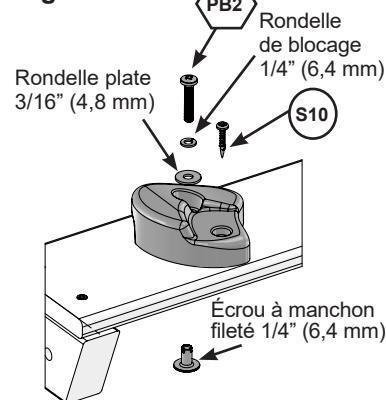

Figure 19.1
- A :** Posez 2 Rampes (9484) sur le sol, côte à côte avec les bords en angle orientés vers le bas (figure 19.1).
- B :** Placez la Planche de mur d'escalade (9522) en haut de chaque Rampe (9484) comme indiqué sur la figure 19.1. **Ne pas fixer.** Cette Planche va servir de guide uniquement. Elle sera fixée à une étape ultérieure. Assurez-vous que la Planche de mur d'escalade (9522) soit bien alignée sur les bords extérieurs hauts de chaque Rampe (9484).
- C :** En tenant compte de l'orientation du trou, placez 1 Planche de mur d'escalade (9485) au bas des Rampes (9484), en vous assurant qu'elle soit à plat sur les bords et le bas. Fixez avec 4 Vis à bois (S20) #8 x 1-3/8" (34,9 mm) (figure 19.1).
- D :** Entre la planche supérieure et la planche inférieure, espacez uniformément les autres Planches de mur d'escalade (9485), en vous assurant que les trous pré-perçés soient aux extrémités opposées sur chaque planche. Cela évitera aux prises de former une ligne droite. Fixez chaque planche avec 4 (S20) vis à bois #8 x 1-3/8" (34,9 mm) (figure 19.1).